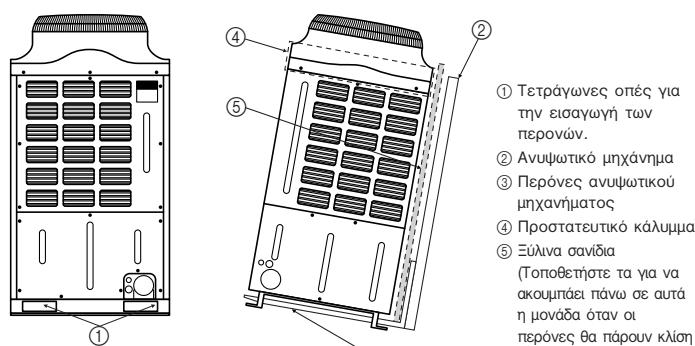

Fig. 3-1
3.1. Μεταφορά με ανυψωτικό μηχάνημα (Fig. 3-1)